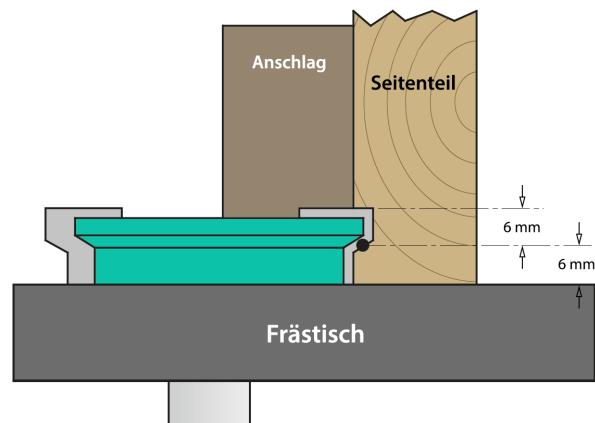

Abbildung 3: Seitenteil fräsen
- Schlagen Sie das Seitenteil hochkant an. Dabei zeigt die Werkstückinnenseite zum Seitenanschlag und die Stirnseite zum Frästisch (Abb. 3). So erhalten Sie später beim Zusammenbau einen Winkel von exakt 90°.